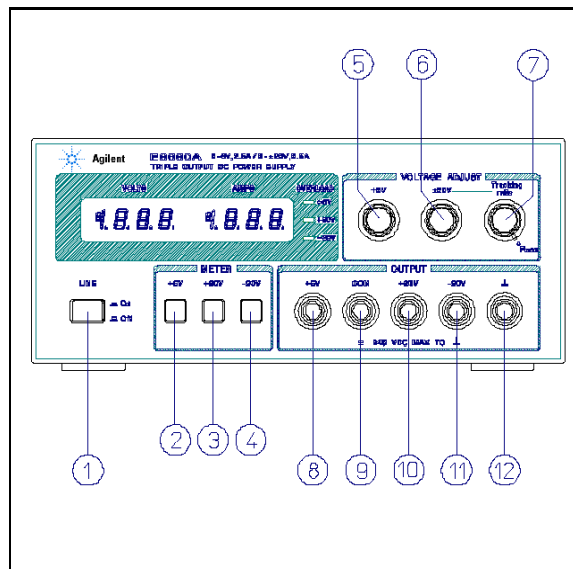

Figura 2. Indicatori e pulsanti di controllo del pannello anteriore
I punti che seguono descrivono l'uso delle manopole del pannello anteriore e degli indicatori riportati nella Figura 2 e fungono da verifica rapida del funzionamento dello strumento. Seguire attentamente la procedura di controllo oppure il test delle prestazioni riportato nella parte relativa agli interventi tecnici al momento del ricevimento dello strumento e prima di collegarlo a qualsiasi altro dispositivo.
Quest'ultimo (COM) o uno qualsiasi degli altri terminali di uscita può essere messo a terra al telaio, tramite il terminale di collegamento a terra del pannello di controllo (⑫ nella Figura 2) oppure tutti i terminali possono essere lasciati fuori massa. I carichi possono essere collegati separatamente fra ognuno dei terminali di uscita da 0 a ±20V ed il terminale COM o fra i terminali -20V e +20V per un'uscita da 0 a 40V. Le tensioni e le correnti possono essere rapidamente selezionate e controllate tramite gli interruttori di misurazione a pulsante. Per monitorare la tensione di uscita da 0 a 40V, sommare i valori riportati sul display del misuratore relativi alle uscite +20V e -20V ed utilizzare il misuratore +20V o -20V per misurare la corrente.